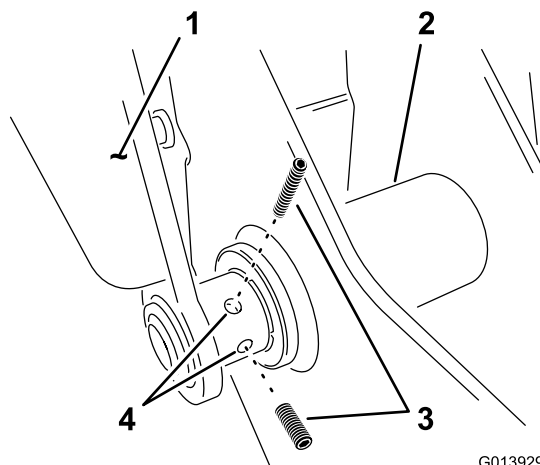

Figure 9
- Placez une vis sur le bras gauche au point d'articulation inférieur (Figure 9). Ne serrez pas à ce stade afin de permettre le réglage du système de berceau.